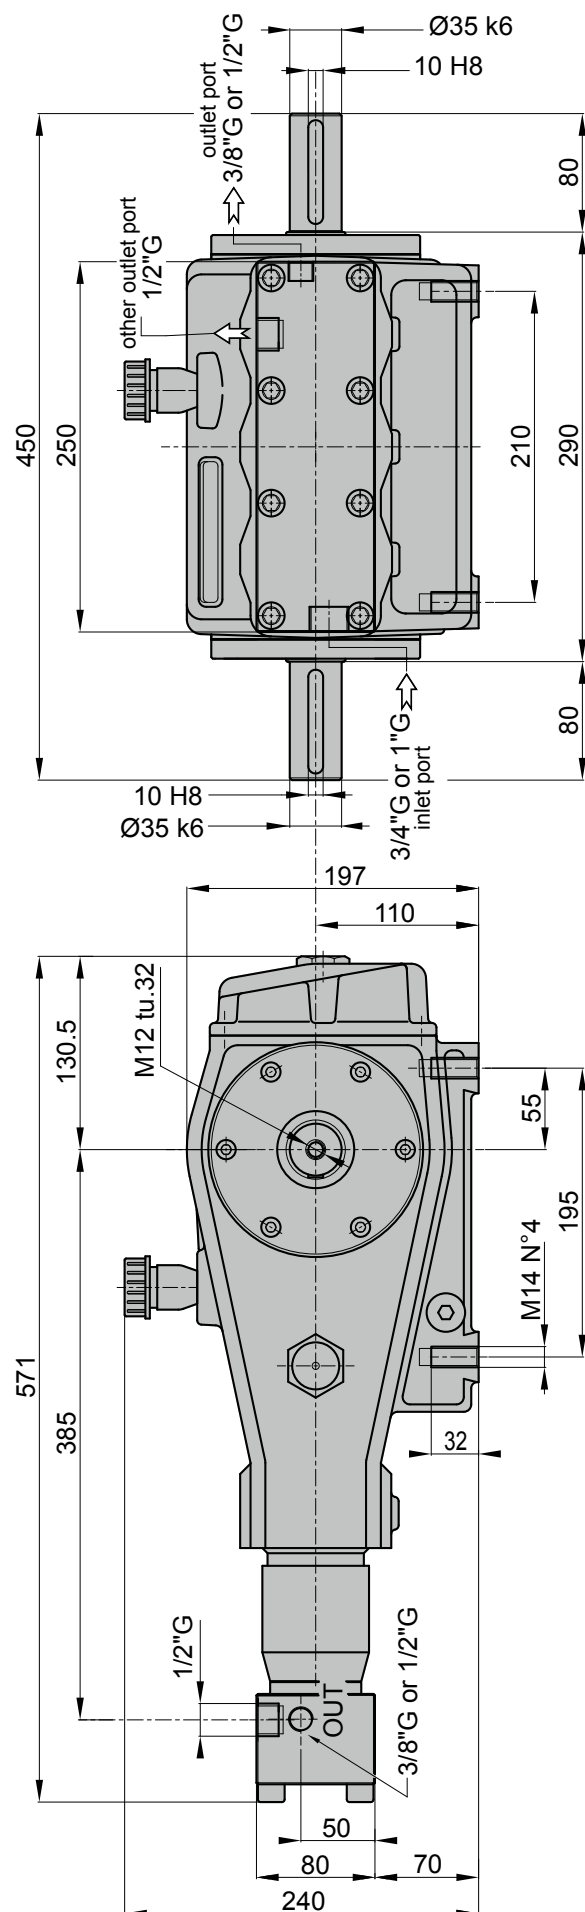

Fig. 1
- La pompe doit être fixée de façon stable. La base d'appui doit être plate et suffisamment rigide de façon à éviter les décalages entre la pompe et le moteur et des vibrations pendant le travail. Pour la fixation, utiliser les quatre clous d'appui présents dans le carter de la pompe, pour les dimensions faire référence à la Fig. 1.
Pour les dimensions principales, faire référence à la Fig. 1.